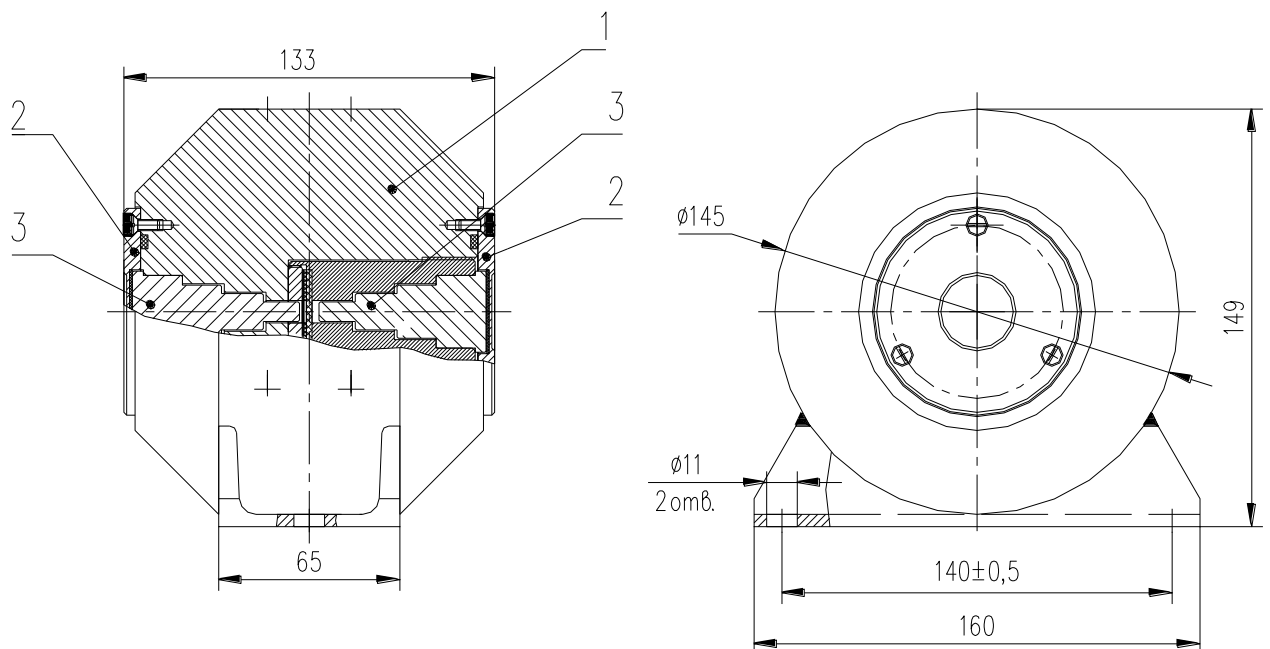

Рис.6. 1 - кассета; 2 – крышка; 3 - транспортная заглушка.
4.7.2. Перед монтажом кассеты СА (см. рис.6, Приложение, фот. 7) для модификаций БПУ-1КМ-30, БПУ-1КМ-31, БПУ-1КМ-32, БПУ-1КМ-33, снять крышки поз.2, удалить транспортные заглушки поз.3, затем крышки установить обратно на место.